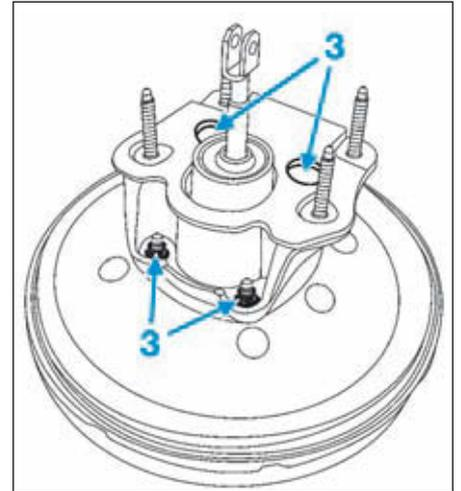

FIG.17
- les écrous de la rehausse sur le servofrein (3) (Fig.17).